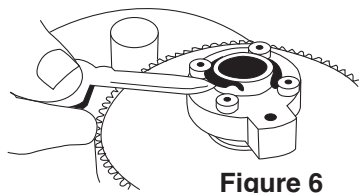

Figure 6
4. Si on a remarqué que l'embrayage patine et doit être réglé, suivre la procédure suivante. L'embrayage est réglable par paliers de 10 degrés. Avec un tournevis et des pinces, sortir l'extrémité du ressort d'embrayage du trou dans le socle du treuil. Le ressort est assez puissamment tendu, donc le maintenir fermement. Tourner le joint torique jusqu'à ce que sa découpe soit alignée avec la patte du support du ressort. (Voir Figure 6) Voir la méthode de fixation ci-dessus.